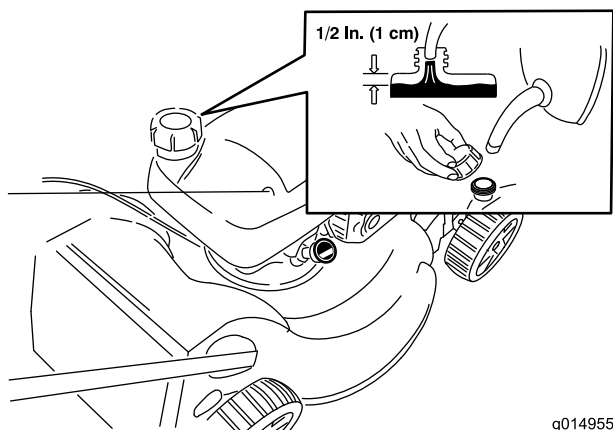

Figura 13
**Nota:** Riempite il serbatoio del carburante con benzina normale fresca senza piombo, proveniente da una stazione di rifornimento di buona marca (Figura 13).